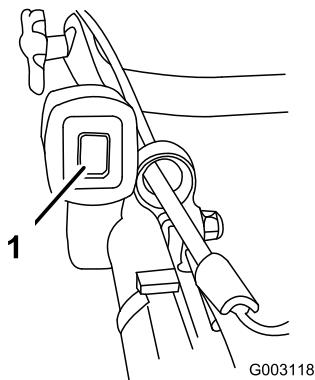

Figure 19
1. Poussez le commutateur d'allumage en position contact établi (I) (Figure 19).